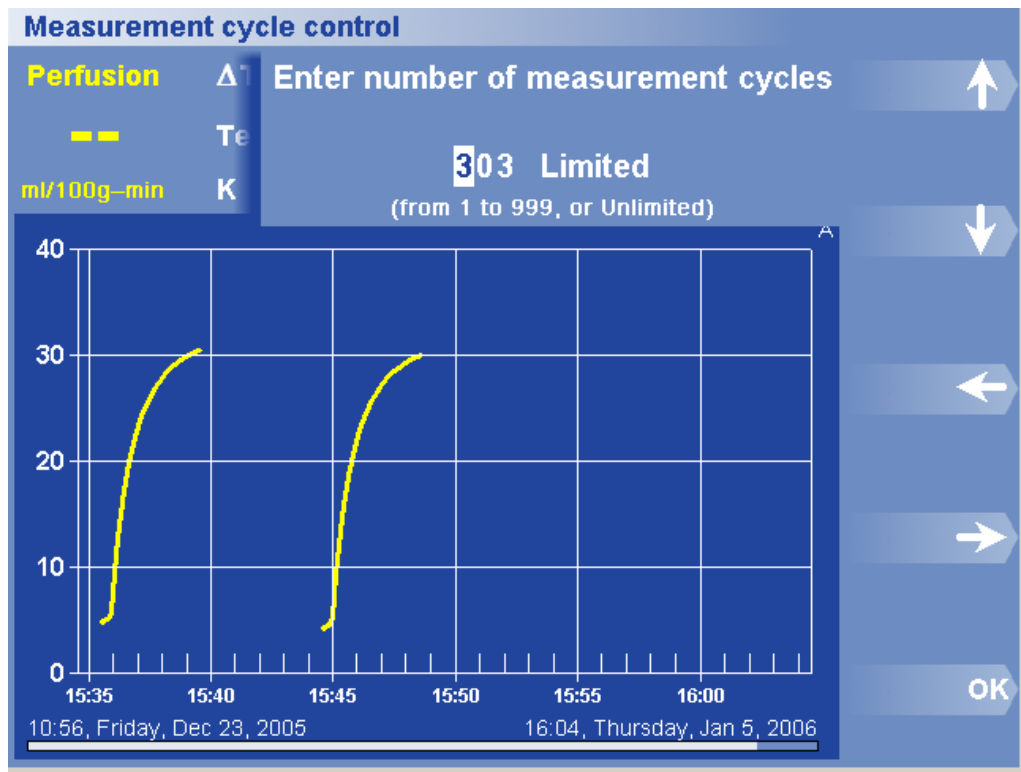

図 39 サイクル数ダイアログボックスおよびメニュー
2. Number of Cycles (サイクル数) を押します。サイクル数ダイアログボックスが表示されます (図 39)。